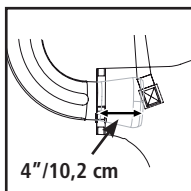

Fig. 09
1. Localize abertura no saco coletor. Insira a extremidade alargada do tubo cotovelo aproximadamente 4"/10,2 cm dentro da abertura (Fig. 09).